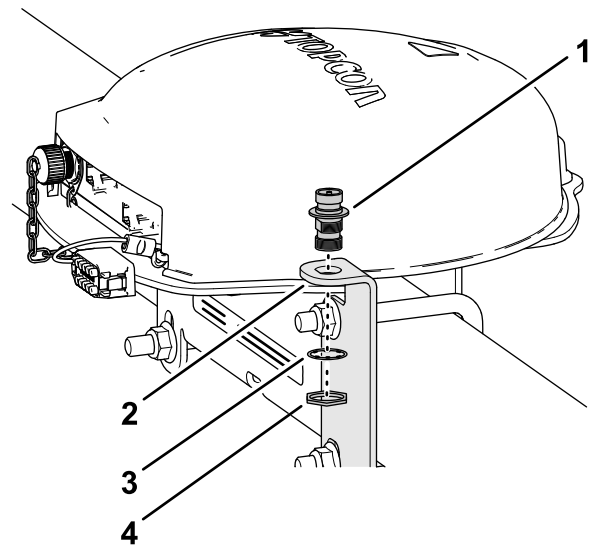

Рисунок 153
1. Проденьте коаксиальный разъем через отверстие кронштейна антенны RTK так, чтобы проходная резьба разъема была направлена вниз (Рисунок 153).
2. Установите коаксиальный разъем в кронштейн антенны при помощи стопорной шайбы и контргайки и затяните контргайку от руки (Рисунок 153).